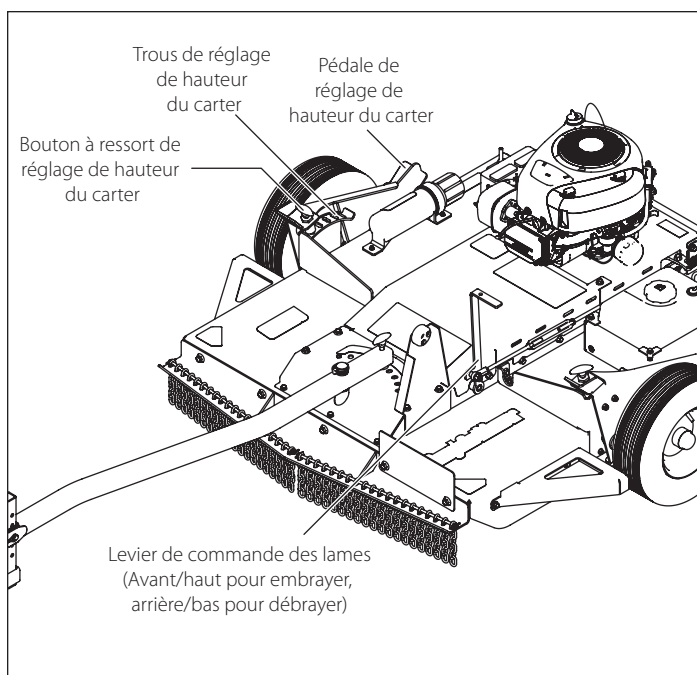

Figure 7
2. S'assurer que le levier de commande des lames est en position DÉBRAYÉE. Voir Figure 7
- a. Appuyer du pied sur la pédale de réglage de hauteur du carter. Voir Figure 7